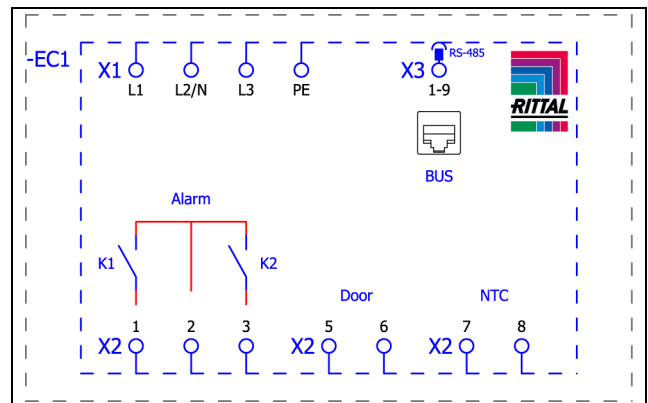
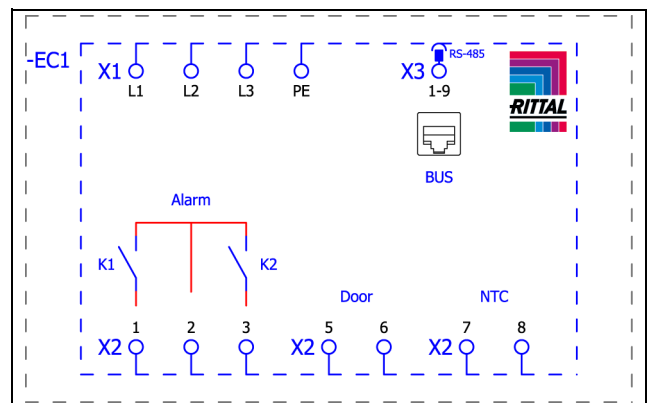

Abb. 17: Schaltplan SK 3484837, SK 3485x3x, SK 3486x3x und SK 3487x3x
Abb. 18: Schaltplan SK 3488x4x und SK 3489x4x
- Entnehmen Sie aus dem Versandbeutel den Netzstecker und stellen Sie gemäß der zugehörigen Anschlusskennzeichnung die Netzversorgung her (Abb. 17 bzw. Abb. 18).